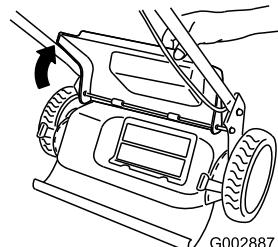

Bild 24
- Heben Sie die hintere Tür an und halten Sie sie hoch (Bild 24).